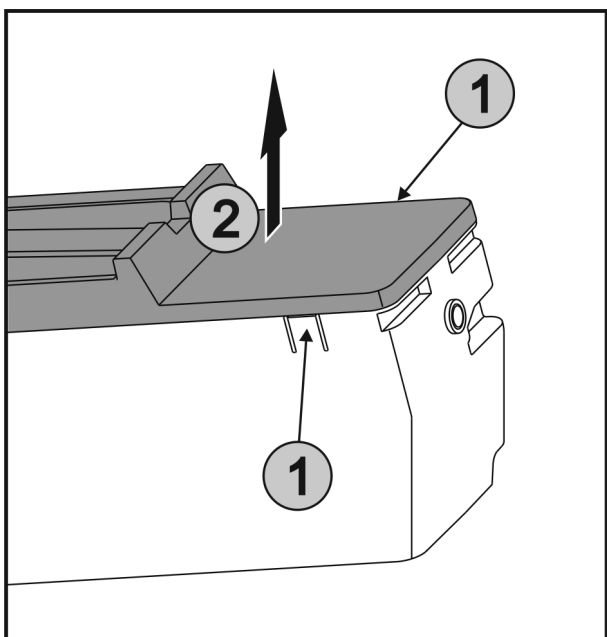

Fig. 64
- ▶ Stlačte západky Fig. 64 (1) na obou stranách EasyTwist-Ice současně a sejměte kryt Fig. 64 (2) směrem nahoru.